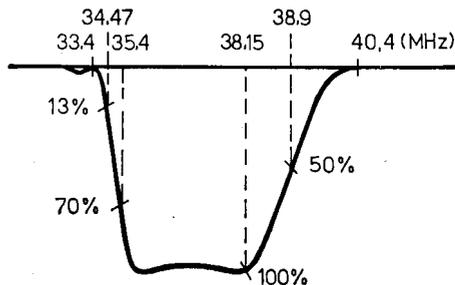

Fig. 3.4.8
- 15) Ripristinare il bilanciamento della curva agendo principalmente sul nucleo della L 210 ed eventualmente, se risulta necessario, ritoccare i nuclei delle L 207 e L 208 sino ad ottenere la corretta curva di risposta di fig. 3.4.8.